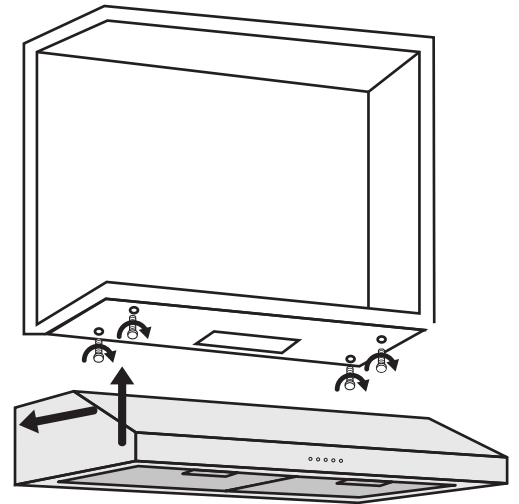

Figure 6
- En utilisant les mesures fournies à la page 7, mesurez et percez 4 trous dans le fond de l'armoire. (Voir figure 6)
- Alignez la hotte aux trous dans le bas de l'armoire et vissez. (Voir figure 6)